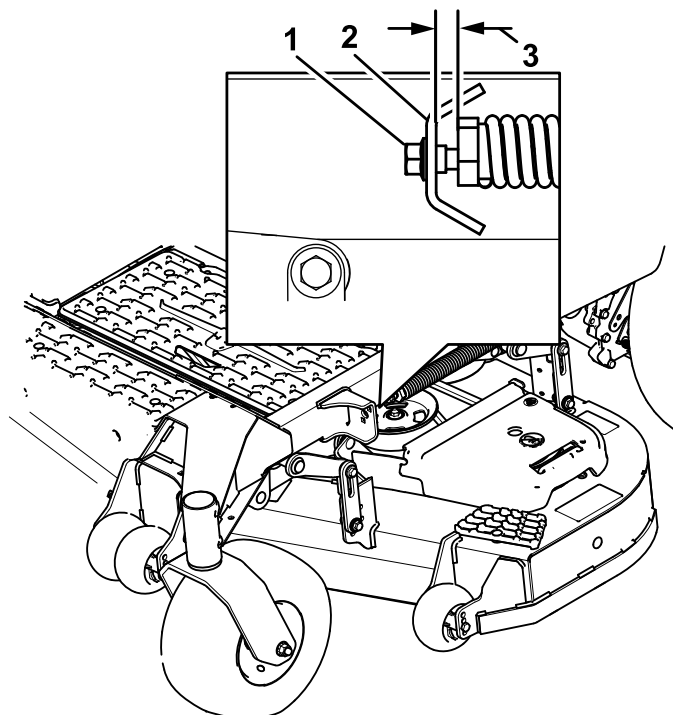

**Figure 95**
7. Vérifiez l'inclinaison avant/arrière des lames (Figure 95). Vérifiez que la pointe avant de la lame est plus basse que la pointe arrière, comme montré dans le tableau de hauteur de cales et d'inclinaison. Si un réglage est nécessaire, poursuivez cette procédure.